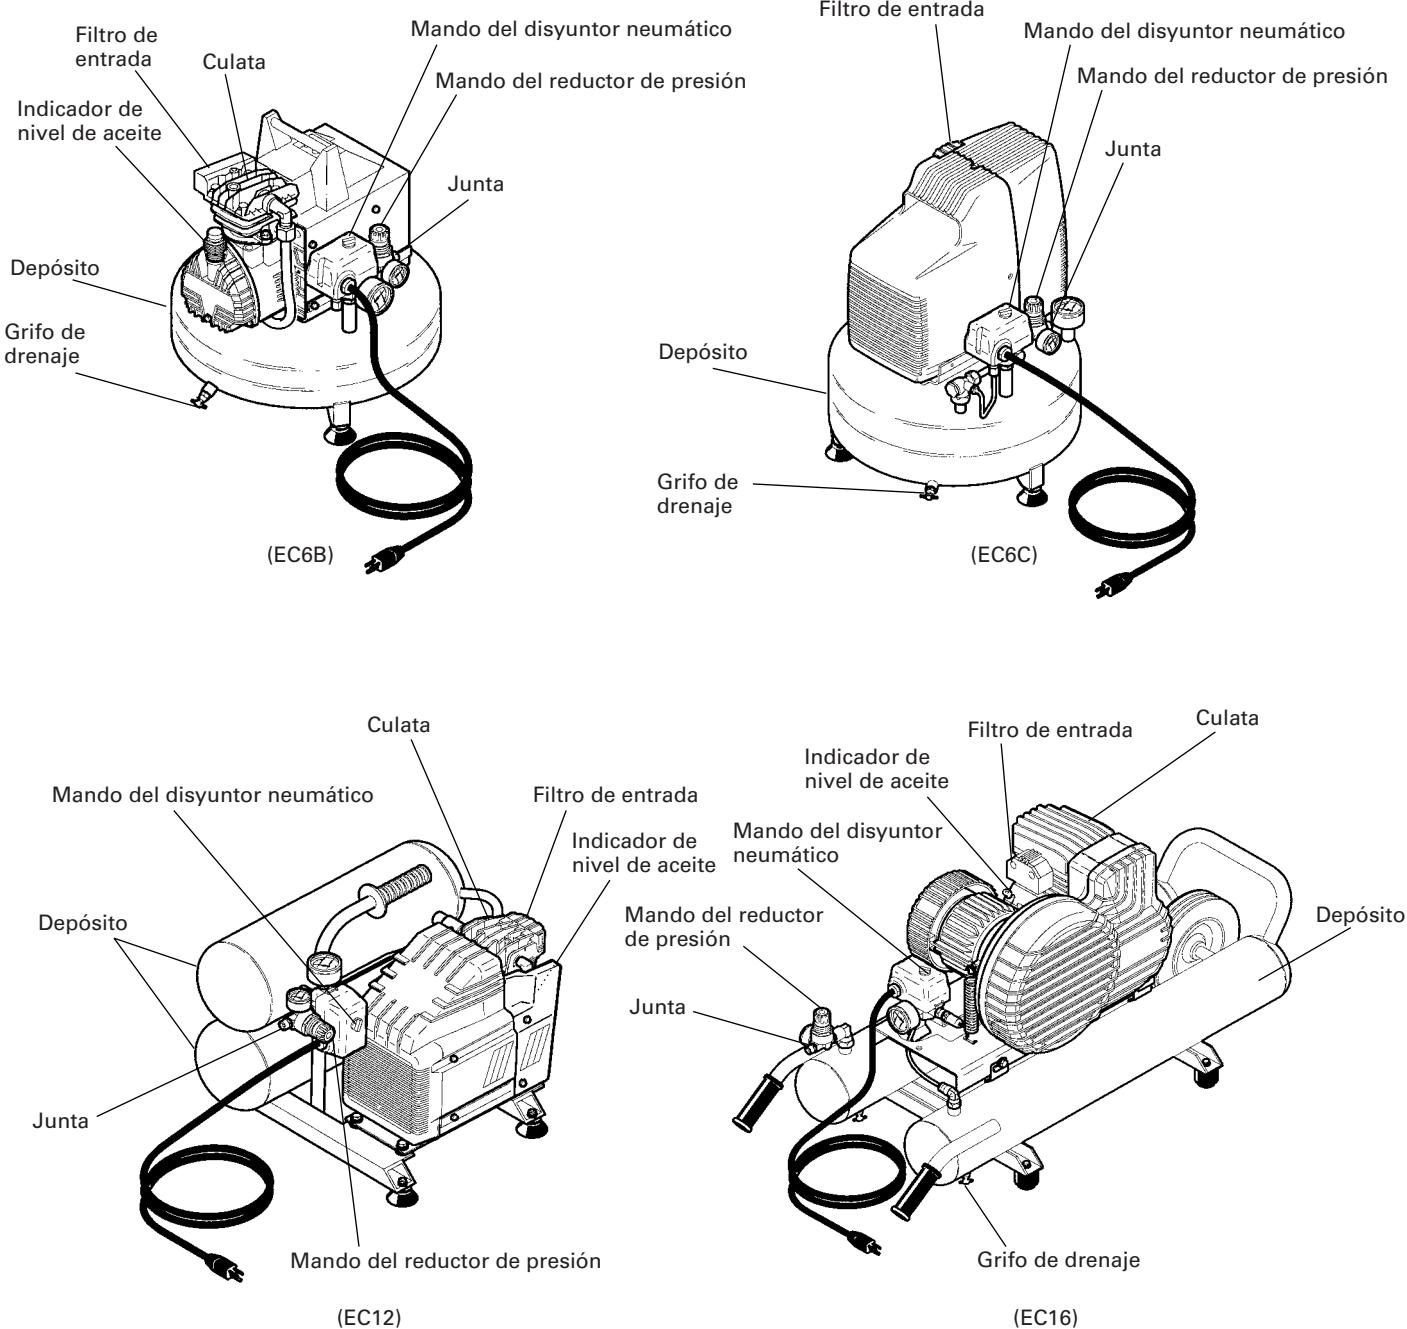
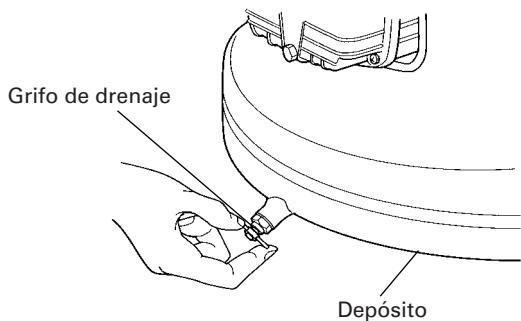
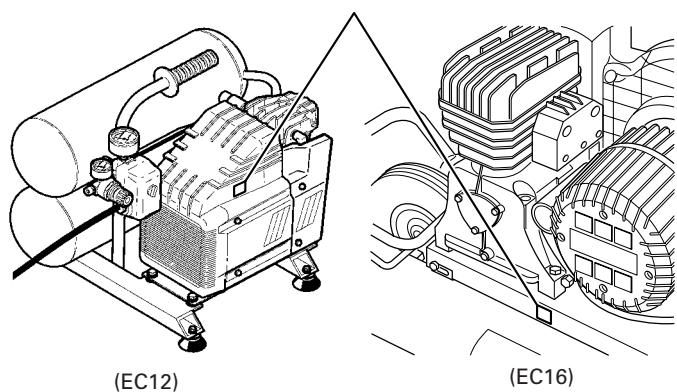
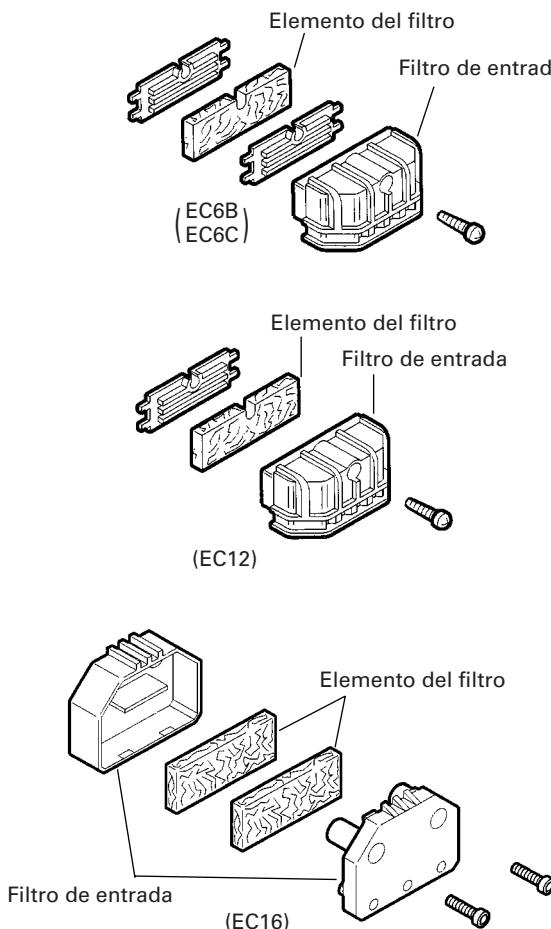

Fig. 1
Fig. 5
Fig. 6
Fig. 7
Atornille el acoplador de aire en la junta. (Consulte la Fig. 1 y la Fig. 4.) El diámetro de la entrada de la junta es de 3/8". Utilice un acoplador de aire que posea el mismo diámetro de entradas.
Inserte el enchufe en un receptáculo y ponga en funcionamiento el compresor girando el mando del disyuntor neumático hasta "AUTO". (Consulte la Fig. 1 y la Fig. 4.)
- (1) Gire el mando del disyuntor neumático hasta la posición "OFF" (Fig. 1).
- (2) Desconecte el enchufe del tomacorriente.
- (3) Abra el grifo de drenaje situado en la parte inferior del depósito (Fig. 5).
Este ítem no será necesario si su compresor no dispone del interruptor de reposición del protector térmico mostrado en la Fig. 6.
- (1) Ponga la perilla del interruptor de presión en la posición OFF (Fig. 1) y desconecte el enchufe del tomacorriente.
- (2) Si el cable prolongador no cumple las especificaciones ofrecidas en la página 26, reemplácelo por otro como el mostrado en la página 26. Si la capacidad de la fuente de alimentación es insuficiente, aumentela para eliminar la causa de un flujo excesivo de corriente (sobrecorriente).
- (3) Espere aproximadamente 5 minutos, y después presione el interruptor de reposición del protector térmico (Fig. 6).
- (4) Ponga la herramienta en marcha. Si el motor se para durante la operación, póngase en contacto con un centro de reparaciones.
Quite el filtro de entrada (consulte la Fig. 1) cada 50 horas, o una vez a la semana, y límpie el interior del mismo y de su elemento con aire comprimido (Fig. 7). Utilice un destornillador Philips para desmontar el filtro de entrada de los modelos EC6B, EC6C, y EC12. Utilice una llave Allen para desmontar el filtro del modelo EC16.
Drene el depósito diariamente, o después de 4 horas de utilización. Abra el grifo de drenaje e incline el compresor para vaciar el agua acumulada (Fig. 5).